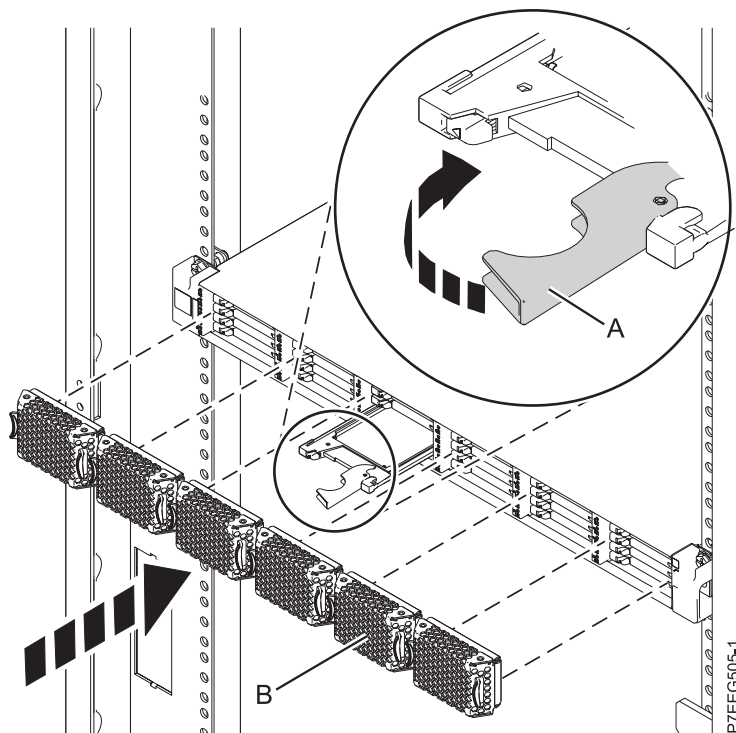

Figura 47. Sustitución de una unidad de estado sólido en Alojamiento de almacenamiento 5888 PCIe.
4. Cuando parpadee el LED de identificación de la unidad de estado sólido, deslice la unidad de estado sólido hasta el fondo de Alojamiento de almacenamiento 5888 PCIe y asegúrese de que queda totalmente encajada. A continuación, gire el asa (A) hasta la posición de bloqueo. Consulte Figura 47 en la página 79.
5. Instale la placa frontal (B).